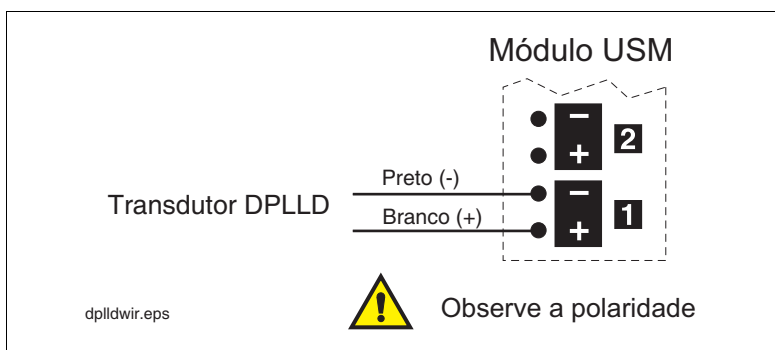

Figura 16. Fiação do transdutor do DPLLD até o módulo USM
2. Ligue os dois fios com cores ou marcados de cada transdutor DPLLD no módulo USM. (ver Figura 16). Mantenha a polaridade correta entre os fios de campo com cores ou marcações e os terminais de conexão durante as ligações.